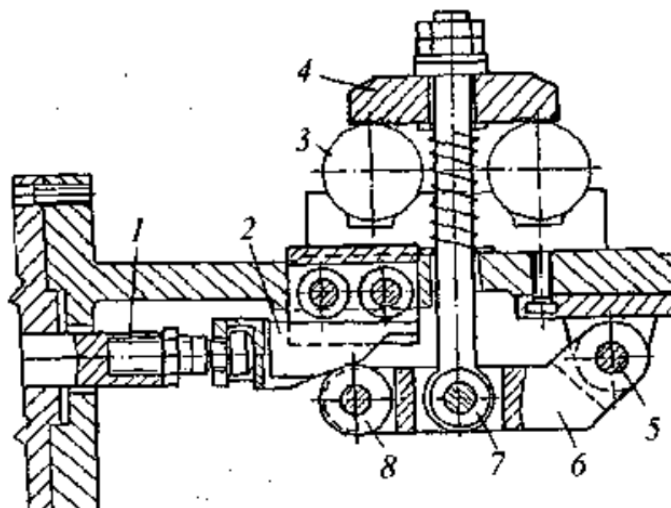

Рис. 9.
11. Опишите конструкцию и принцип действия механизма, приведенного на рис. 9.